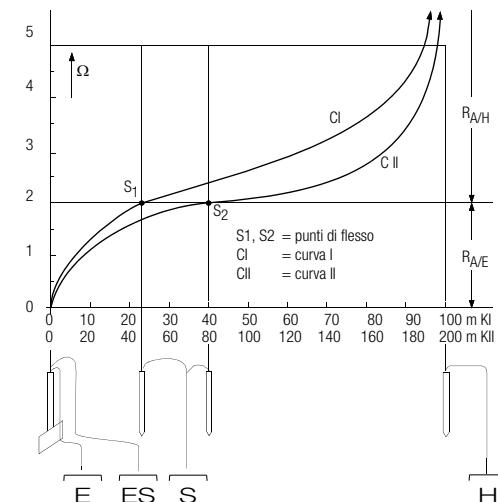

Figura 6 Misura della resistenza di terra di un impianto di terra esteso
In tal caso si procede come illustrato alla figura 6 pag. 21.
- Le resistenze misurate vengono riportate in una tabella e quindi rappresentate graficamente, come illustra la figura 6 pag. 21 (curva I).
Se le curve di resistenza non presentano un tratto chiaramente orizzontale, occorre verificare la misura, con il dispersore ausiliario messo in una posizione diversa. Modificando la scala dell'ascissa, questa curva di resistenza supplementare deve essere riportata nel primo diagramma in modo che coincidano le due posizioni del dispersore ausiliario. Con il punto di flesso S_2 è possibile verificare la resistenza di terra rilevata nella prima misura (v. figura 6 pag. 21).